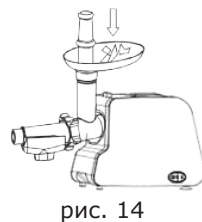

рис. 14
- 7.6.8 Используя толкатель, постепенно загружайте продукты для переработки в горловину (Рис.14).